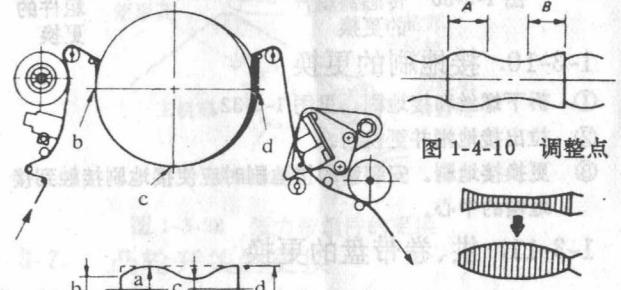
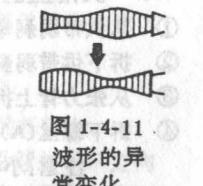

图 1-4-10 调整点
图 1-4-11 波形的异常变化
④ 以同样的方法检查包络。
⑤ 如果在图 1-4-10 中 A 区部分的包络不符合要求,则向上或向下调整供带导轮的包络。
⑥ 如果在图 1-4-10 中 B 区部分的包络不符合要求,则向上或向下调整卷带导轮的包络。
⑦ 在调整之后,旋转寻迹控制钮,确认在控制钮的调整范围之内变化不明显。
⑧ 如果包络的变化如图 1-4-11 所示,重新进行供、卷带导轮的调整。